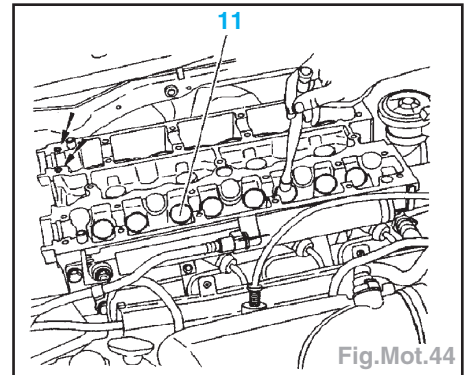

Fig.Mot.44
(Fig.Mot.44)
- res à cames (flèches Fig.Mot.44).
- **Poussoirs hydrauliques** (Fig.Mot.44) :